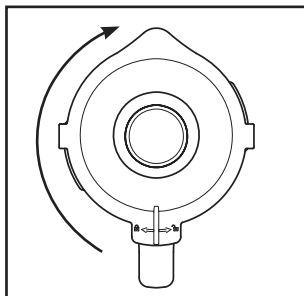

Fig. 2
- 4) Apăsați din nou capacul ② pe recipientul de amestecare ③. Închideți capacul ② rotindu-l în sens orar, în poziția ④, până când se blochează cu un sunet (a se vedea fig. 2). Aveți grijă ca gura de turnare de pe recipientul de amestecare ③ să fie închisă. Motorul poate porni numai după ce capacul ② este așezat fix.